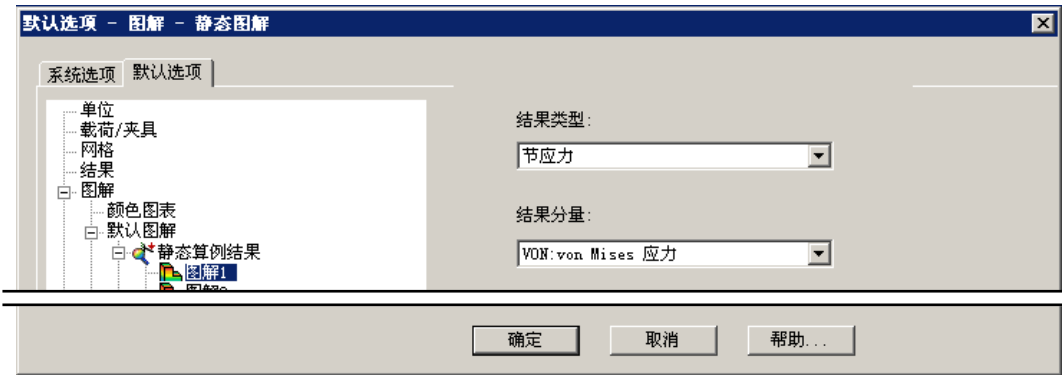

图 12.2.11 “默认选项-图解-静态图解”对话框
Step9. 在 **默认选项** 选项卡左侧列表中选择 **图解1** 选项, “默认选项-图解-静态图解”对话框如图 12.2.11 所示。可以设置各图解的结果类型以及结果分量。